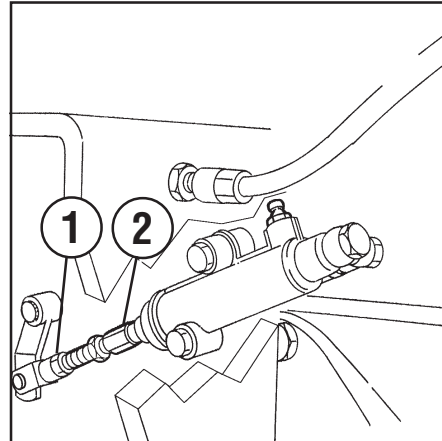

Abb. 45
- 1 - Gegenmutter lockern (1 Abb. 45);
- 2 - Stütze (2 Abb. 45) betätigen: durch Zudrehen wird der Hub größer; durch Aufdrehen wird dieser vermindert.
- 3 - Gegenmutter wieder anziehen (1 Abb. 45).